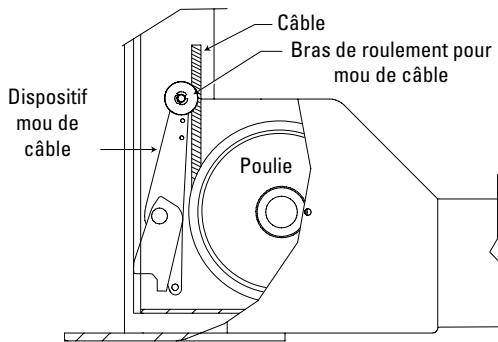

Fig. 16
**IMPORTANT** Les câbles doivent être ajuster au bras de roulement pour mou de câble, Fig. 16.